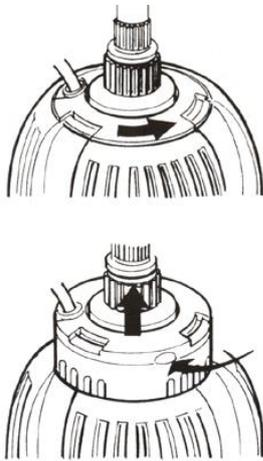

Рис.4
- Чтобы почистить фильтр, необходимо снять верхнюю крышку (1), потянув ее вверх за три паза на ее окружности (см. рис.4). Затем выньте губку (2) и промойте ее чистой водой.
- Чтобы прочистить вращающуюся часть, ослабьте нижнюю крышку (3) согласно направлению, отмеченному на крышке (см. рис.4). Снимите ротор, толкнув его вниз, и промойте чистой водой (см. рис.5). Почистите место посадки ротора, используя гладкую щетку. Соберите насос.